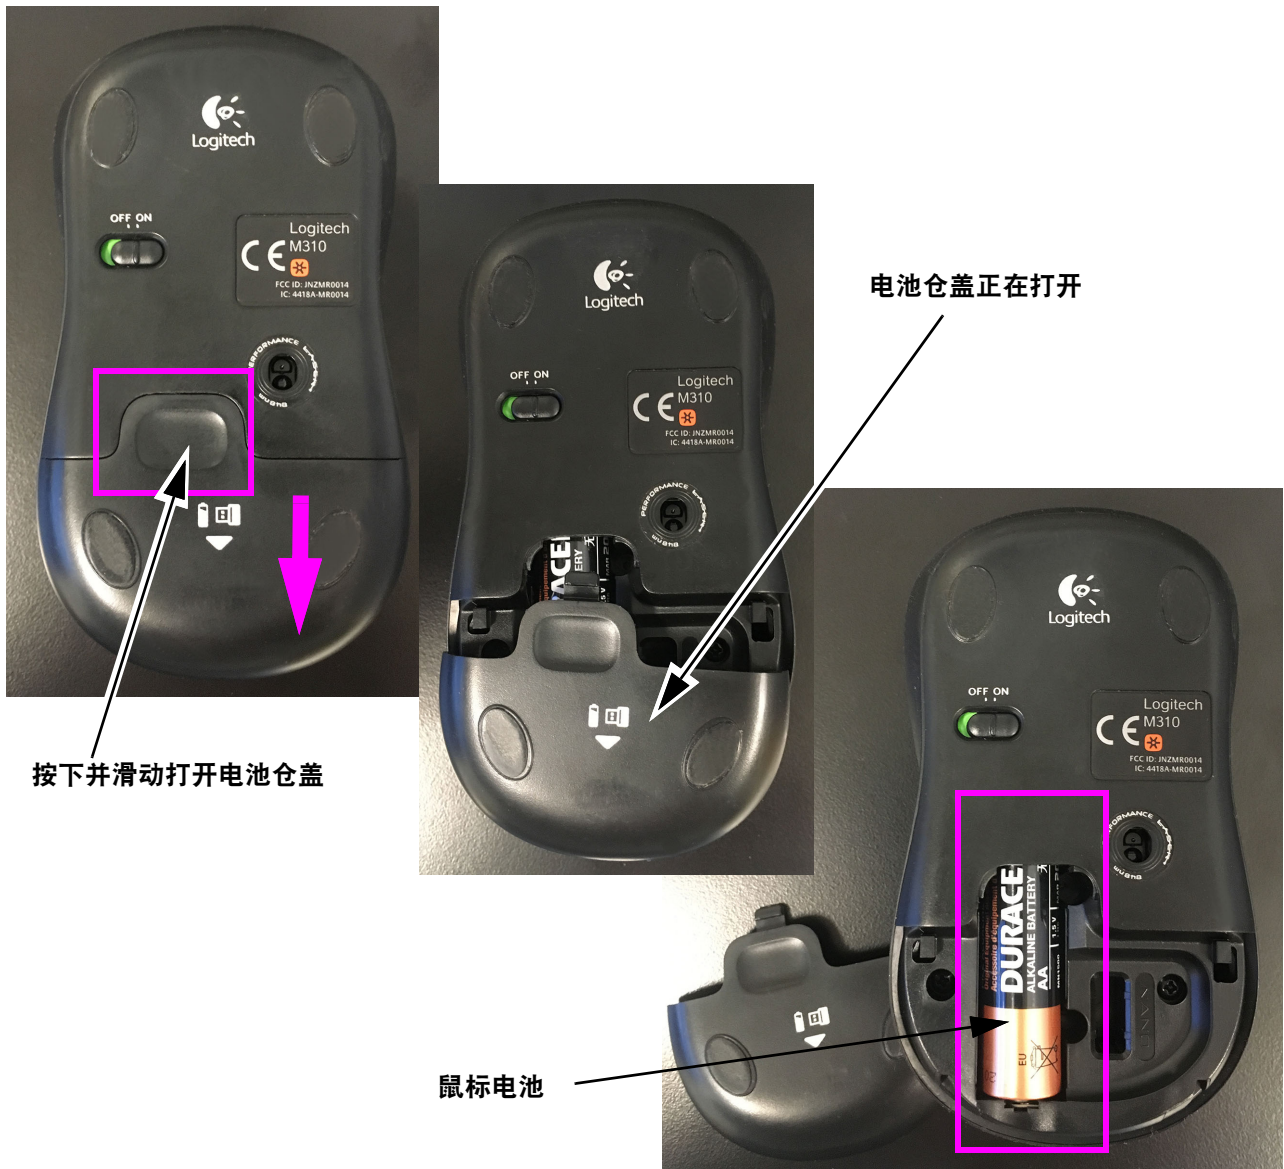

图 9-55. 鼠标电池仓（已打开）
电池应每年更换一次，或者在执行电池检查时电池 LED 指示灯呈红色闪烁，即表明电池需要更换。图 9-55 所示为电池的位置。
2. 将鼠标翻过来，底部朝上。用手指滑开电池仓（请参见图 9-55）。